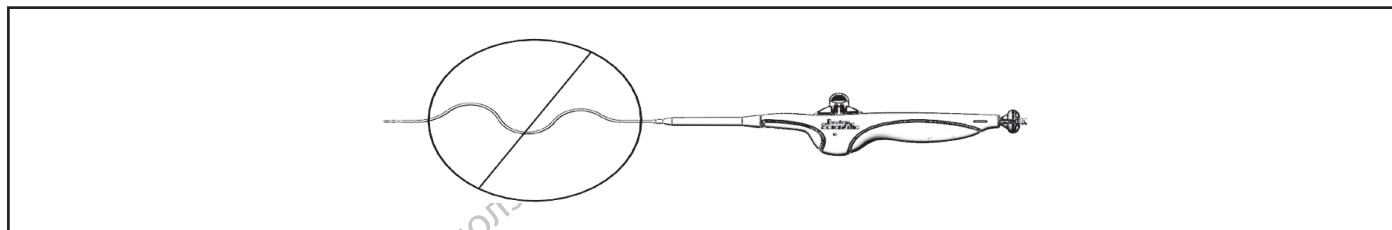

Bild 5. Eliminera slakhet
10.9 Förfarande vid stentutvidgning (bild 5)
OBS! Underlåtenhet att eliminera slakhet (bild 5) och/eller krökning av insättningsystemets kateter mellan introducern/ ledarhylsan och insättningsystemets handtag under utvidgning kan påverka utvidgningens precision negativt, i synnerhet vid ipsilaterala fall.